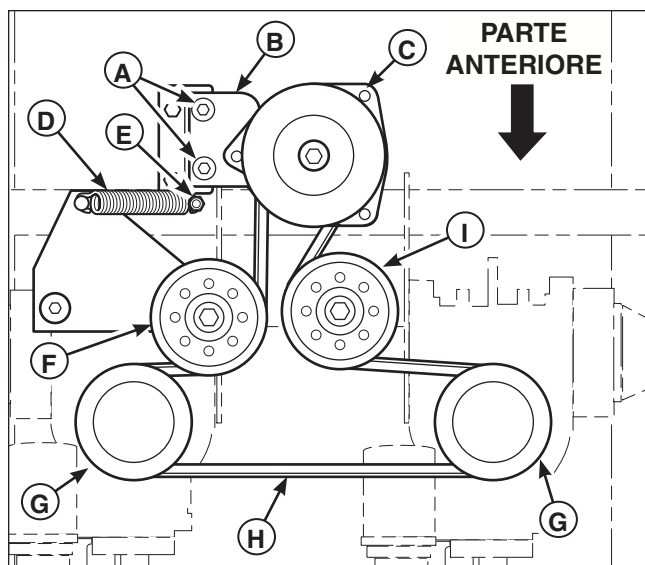

Figura 29. Cinghia di trasmissione del cambio
2. Togliere i bulloni di ancoraggio della frizione (A, Figura 29) che fissano la base di ancoraggio della frizione al dispositivo di ancoraggio.
4. Togliere il dado di ancoraggio della molla (E) e rimuovere la molla di tensione della cinghia (D).
5. Abbassare la cinghia (H) dalla puleggia dell'albero a gomiti e da attorno alla frizione di PTO (presa di forza).